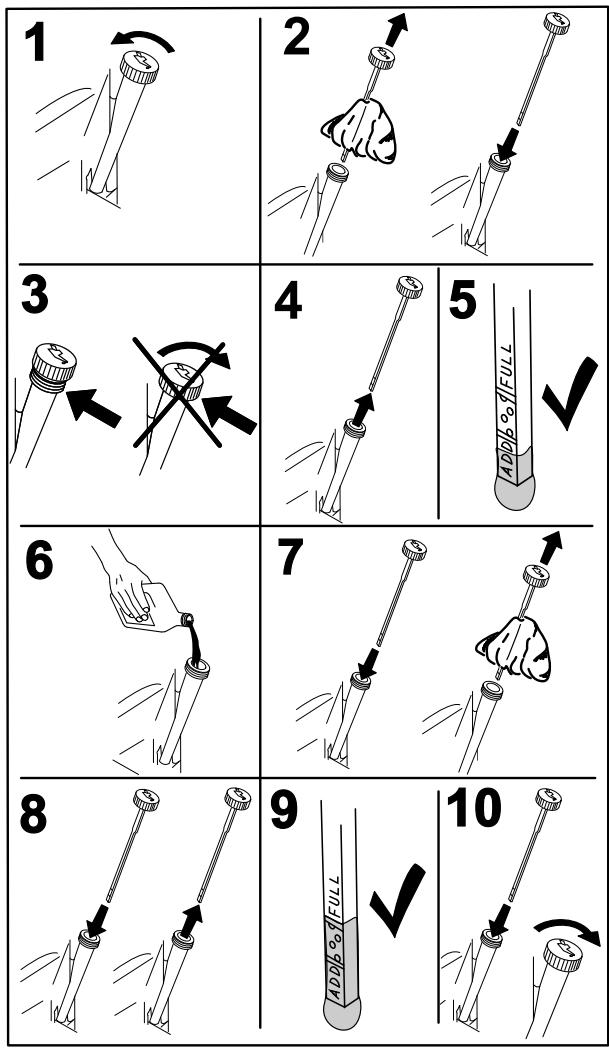

Figura 38
3. Para que no entre suciedad, recortes de hierba, etc., en el motor, limpie la zona alrededor del tapón de llenado/varilla de aceite antes de retirar éste (Figura 38).